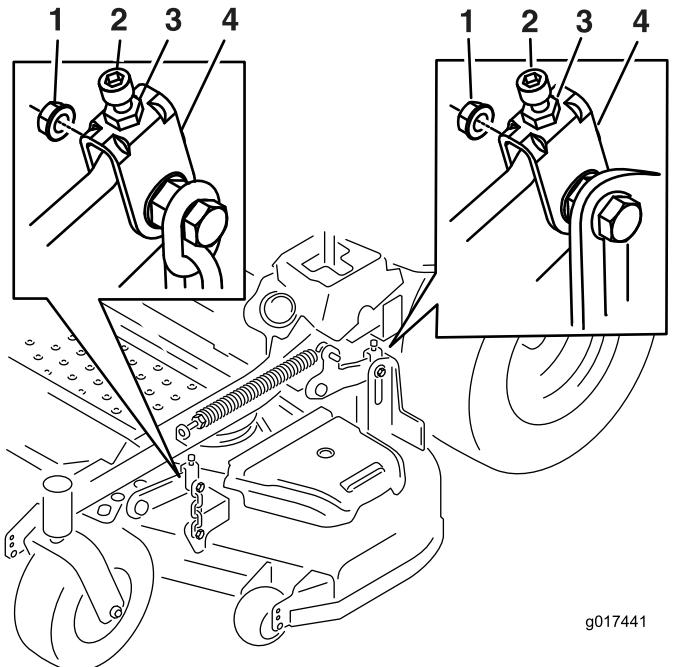

Figura 78
- Se necessario, allentate il dado whizlock sul lato della forcella e il controdado sulla parte superiore (Figura 78).
17. Mettete a punto la vite di regolazione ruotando fino a un'altezza di 8,3 cm (vedere Figura 78).